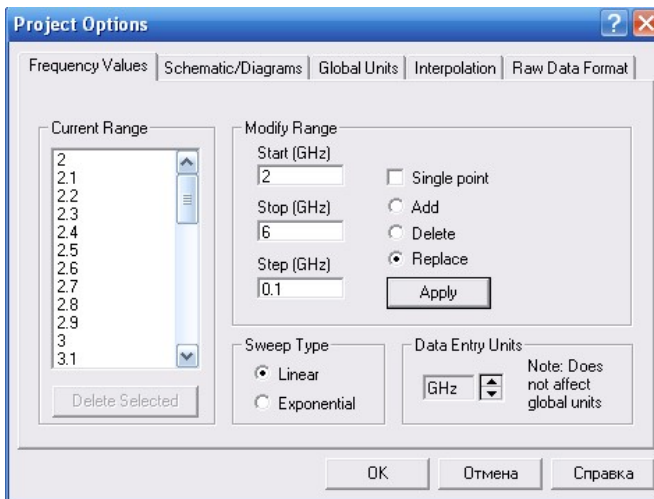

Рис. 6. Диалоговое окно для установки частоты моделирования
- дважды НЛКМ на папке *Project Options* в дереве проекта; откроется диалоговое окно (рис. 6);